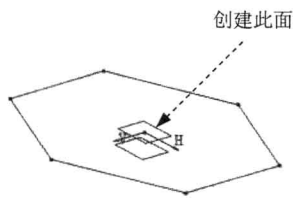

图 2.3 平面 1
Step3. 创建图 2.3 所示的特征——平面 1。单击“线框”工具栏中的 **平面** 按钮;在 **平面类型:** 下拉列表中选择 **偏移平面** 选项;在 **参考:** 文本框中右击,选取 xy 为参考平面,在 **偏移:** 文本框中输入值 20,单击 **确定** 按钮,完成平面 1 的创建。